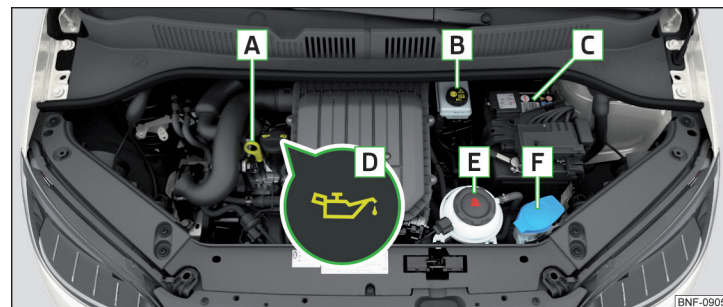

Fig. 139 Eksempel på placering i motorrummet
- Skru dækslet af motoroliepåfyldningsåbningen **D** » Fig. 139 på side 113.